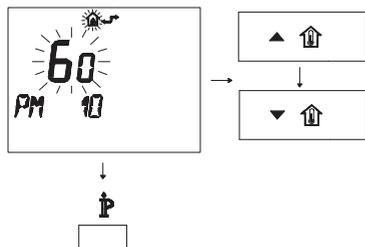

Figura 5.56
- Para modificar el punto de consigna programado, use los botones ▲ ⏶ o ▼ ⏷ y espere a que el número programado comience a parpadear (Figura 5.56).